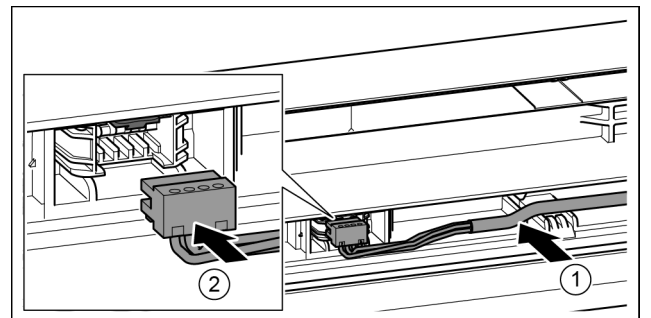

Fig. 38
- Graues Kabel in die Führung in der oberen Tür einlegen. Fig. 38 (1)
- Stecker einrasten. Fig. 38 (2)